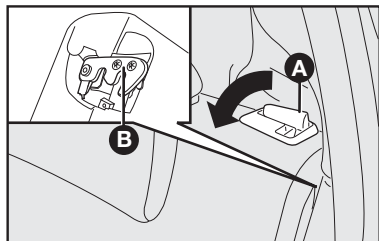

fig. 11
- destravar o encosto do banco traseiro através das alavancas laterais **A-fig. 11**, na direção da seta;
- posicionar o encosto em um dos encaixes da trava **B-fig. 11** atuando nas alavancas laterais e empurrar o encosto, certificando do completo travamento.